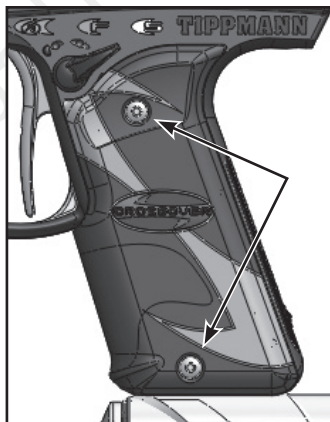

Figura 2: Remueva los Dos Tornillos.
- Use la llave de Allen de 5/64" que encontrara incluida y remueva los dos tornillos (Figura 2) que están en el lado izquierdo de la cubierta del mango.